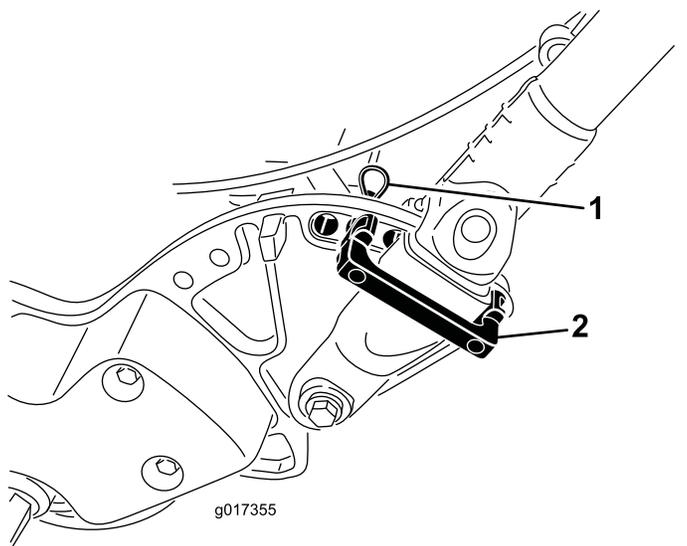

图 9
1. 当撑住手柄时取下将手柄铁夹固定到侧板上的扎带图 9。
2. 将手柄旋转到需要的操作位置并将手柄卡环插入手柄铁夹及侧板上相对应的孔图 9。
3. 使用发卡销将手柄铁夹固定到位图 9。